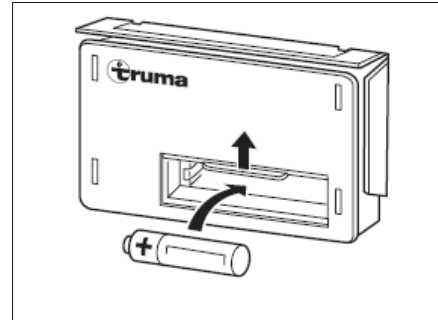

Bild 107 Batteriewechsel
- Die Abdeckung des Batteriefachs am Zündautomaten (Bild 107) nach oben schieben.
- Eine neue Batterie gleichen Typs polrichtig (+/-) in das Batteriefach des Zündautomaten einsetzen (Bild 107). Nur temperaturbeständige (+70 °C) und auslaufsichere Mignon-Batterien verwenden.